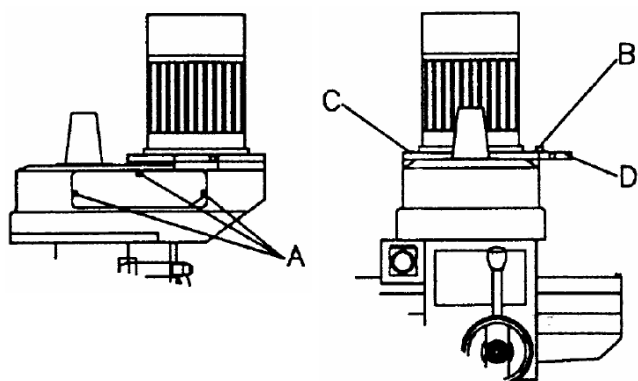

Рис.6
2. Сместите боковые крышки мотора (правую и левую), как показано на Рис.6.